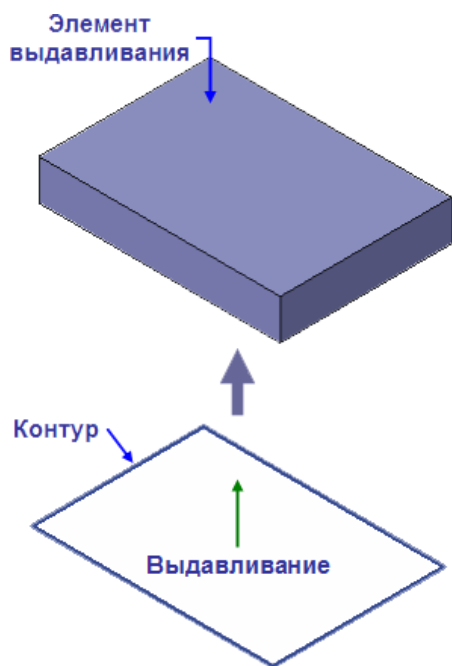

Рисунок 28 – Операция выдавливания
**Операция выдавливания** – выдавливание эскиза перпендикулярно его плоскости (рисунок 28).